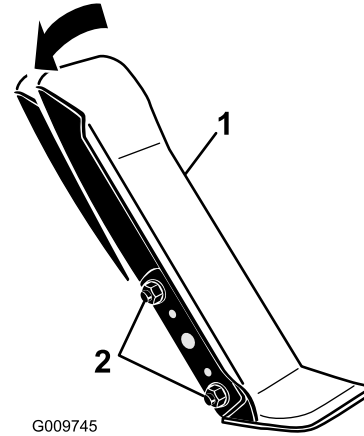

Bild 101
1. Lösen Sie die zwei Muttern und Schrauben, mit denen die linke Seite des Fahrpedals an der Halterung befestigt ist (Bild 101).
2. Drehen Sie das Pedal auf den gewünschten Winkel und ziehen Sie die Muttern fest (Bild 101).